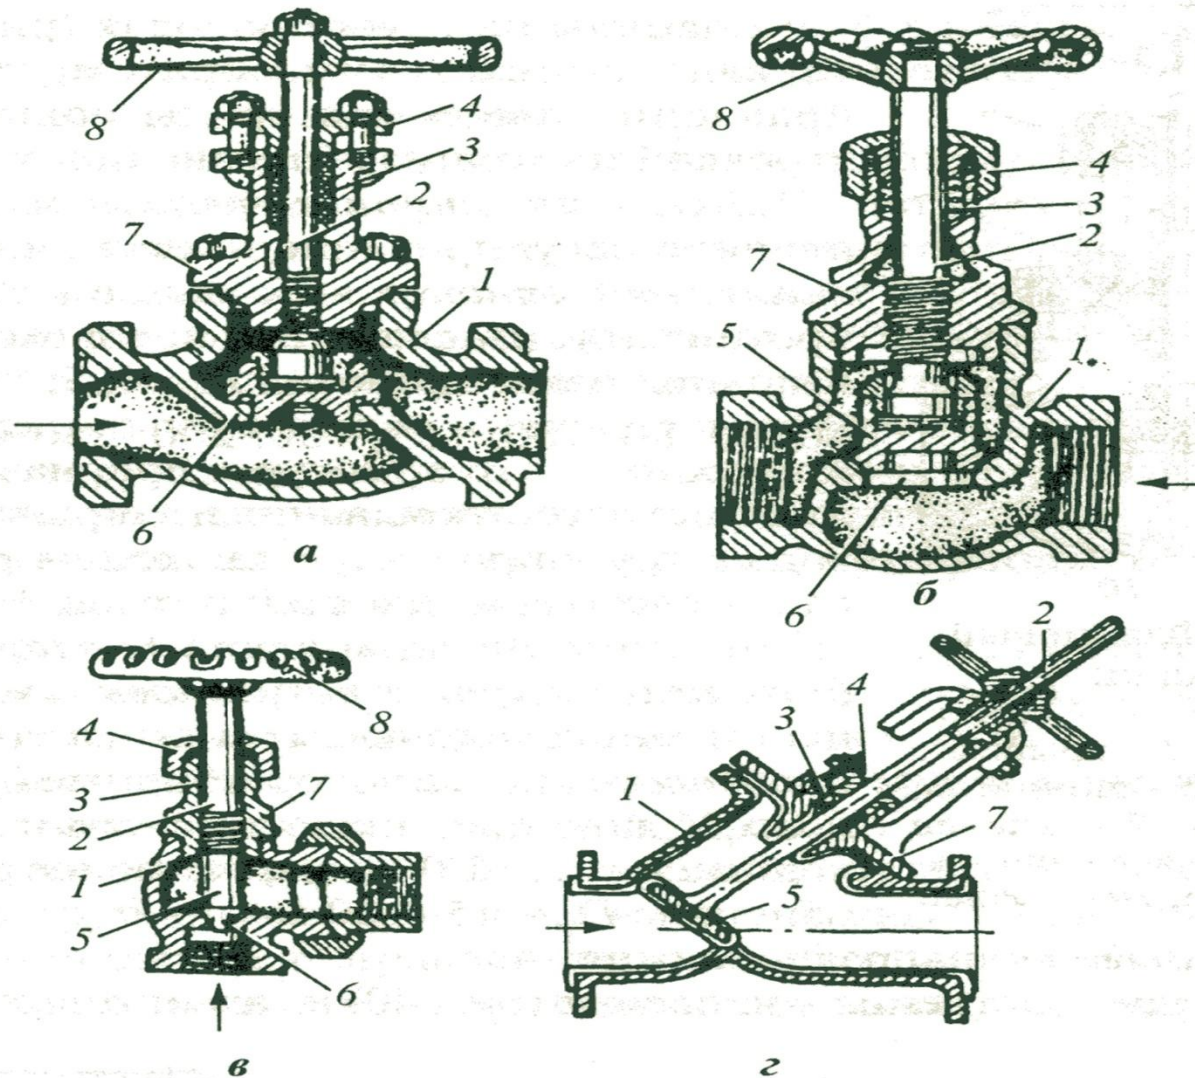

Рис. 38. Клапаны:
- *Клапаны* (рис. 38) предназначены для закрывания прохода в трубопроводах \varnothing 15-250 мм и для регулирования расхода жидкости и пара. Клапаны-*муфтовые* (рис. 38, б, в) и *фланцевые* (рис 38, а, г), с *прямым и наклонным шпинделем*.